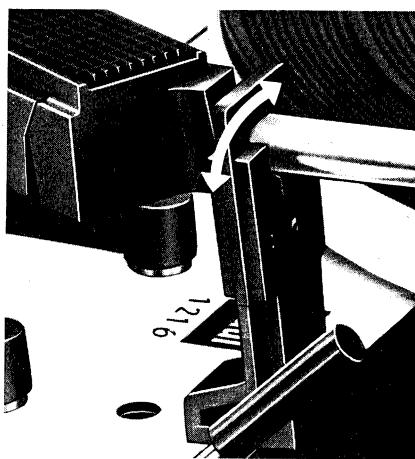

Fig. 7
Dann wählen Sie die erforderliche Plattensteller-Drehzahl ②, stellen die Drehtaste ⑬ auf den Schallplatten-Durchmesser (17, 25 oder 30 cm, bzw. 7, 10 oder 12") ein und verriegeln den Tonarm (Fig. 7).
Es empfiehlt sich, nach Spielende den Tonarm zu verriegeln (Fig. 7).